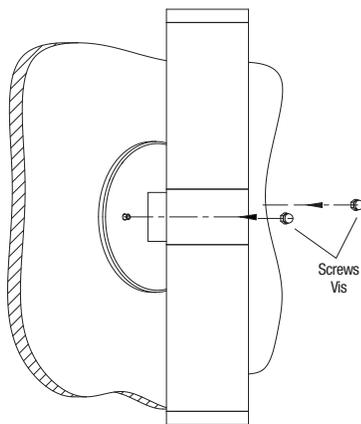
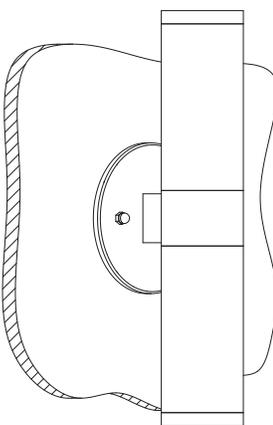

Fig. 2d
Fig. 2e
6. Make sure that the gasket is well placed and install the canopy of luminaire on the wall Universal Spider Adaptor Plate by using the two screws and exterior nuts (Fig. 2d and Fig. 2e).
6. S'assurer que le joint d'étanchéité est en place et installer le pavillon de recouvrement du luminaire sur la plaque adaptateur à débouchures universelles du mur à l'aide des deux vis et des écrous extérieurs (Fig. 2d et Fig. 2e).